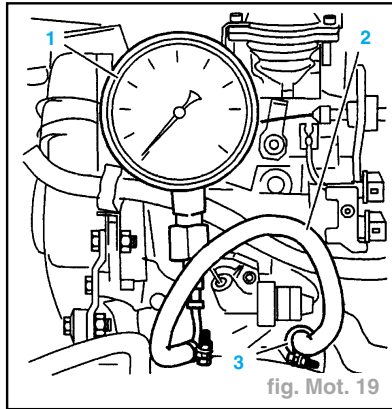

fig. Mot. 19
- Poser (fig. Mot. 19) :
- le raccord (2).
- le flexible (3).